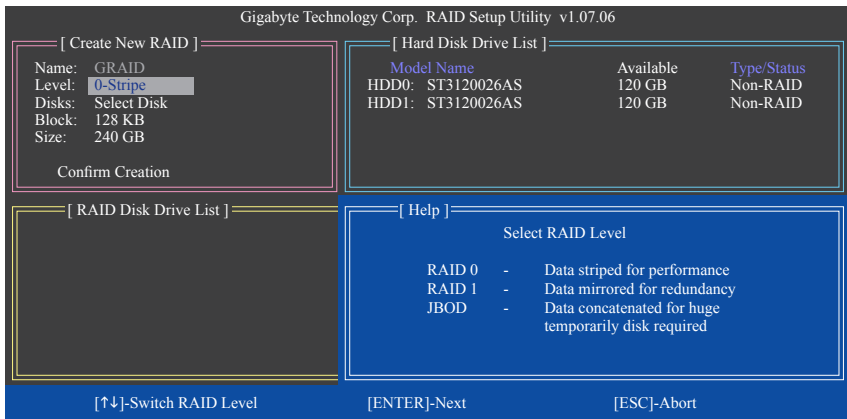

図 5
**Create New RAID** ブロックに、アレイを作成するために設定する必要がある項目がすべて表示されます (図 5)。
2. **Select RAID Mode: Level** 項目の下で、上または下矢印キーを使用して RAID 0 (ストライプ)、RAID 1 (ミラー)、JBOD (図 5) を選択します。<Enter> を押して、次のステップに進みます。